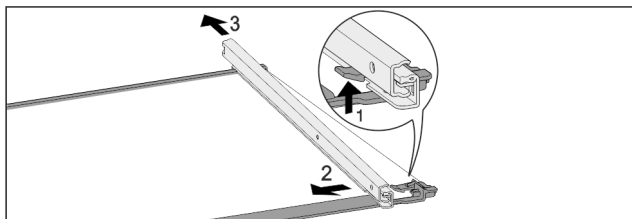

Fig. 104 Tablette en verre avec rails
- Pousser le crochet d'enclenchement avant vers le bas. Fig. 104 (1)
- Pousser le rail télescopique vers le côté Fig. 104 (2) et vers l'arrière Fig. 104 (3).